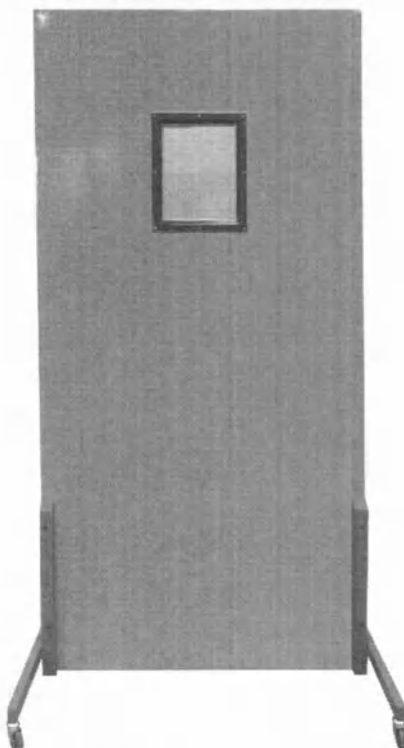

Рис.1. Ширма ШРБ МП1
- 1.1 Ширма рентгенозащитная ШРБ1 зав.№ ____ (рис.1.) предназначена для защиты медицинского персонала от рассеянного рентгеновского излучения при проведении рентгенодиагностических исследований.